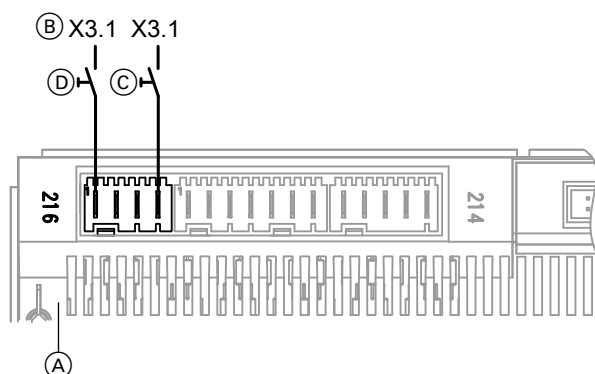

Fig. 59
- La automatizarea pompei de căldură conform fig. 59